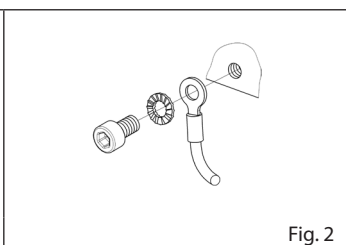
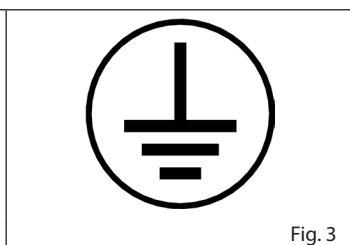

Fig. 2
Fig. 3
- 4.11 **Pumpen skal jordes** ved hjælp af det særlige forbindelselement, der består af en rustfri stålskrue og en tandskive af rustfrit stål (fig. 2), der er fastgjort til sidedækslet gennem det gevindhul, der er angivet på etiketten med jordsymbolet (fig. 3), som også angivet i brugs- og vedligeholdelsesvejledningen og i den tekniske databog (hvis til stede).